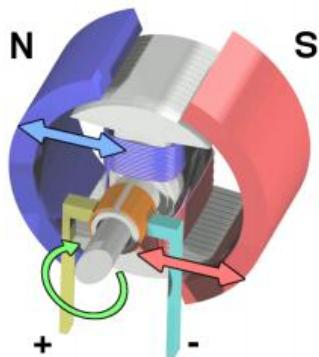

Figura 5 – Esquema de motor DC
Denomina-se motor de corrente contínua (DC) a qualquer classe de máquina elétrica em que um rotor converte energia elétrica em energia mecânica. A velocidade de um motor DC (Figura 5) pode ser monitorizada de diferentes formas, no qual inclui a tensão (ou corrente contínua) que lhe é fornecida. Existe algumas maneiras de utilizar sinais digitais de forma a poder controlar a velocidade de um motor, o mais usado é o sinal PWM, já aprofundado em trabalhos anteriores.